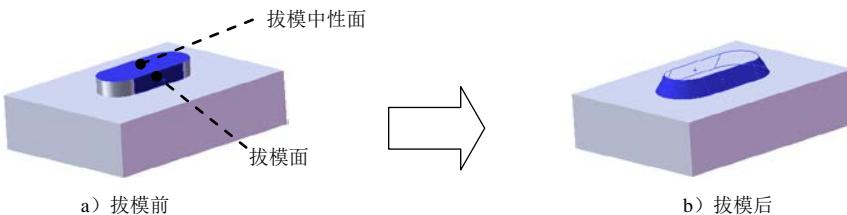

图 16.6.34 拔模 1
(3) 定义拉伸深度属性。
① 定义深度方向。采用系统默认的深度方向。
② 定义深度类型和深度值。在“凸台一拉伸”对话框 **方向 1** 区域的下拉列表中选择 **给定深度** 选项, 在  中输入深度值 1.5。选中 **合并结果(M)** 复选框。
(4) 单击  按钮, 完成凸台一拉伸 2 的创建。
Step4. 创建图 16.6.34 所示的零件特征——拔模 1。
(1) 选择命令。选择下拉菜单 **插入(I)** → **特征(E)** → **拔模(B)...** 命令 (或单击“特征(F)”工具栏中的  按钮)。